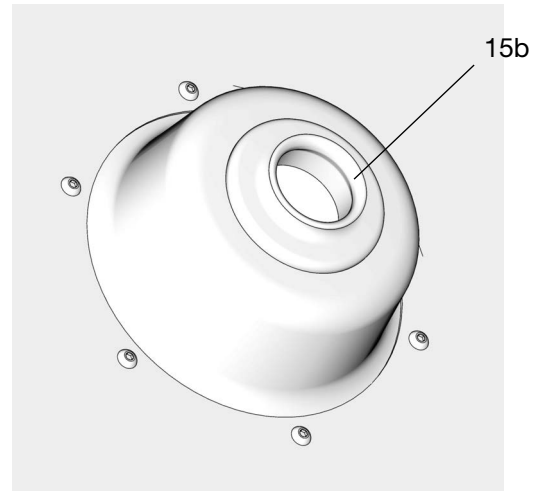

FIG. 26
5. Examiner le plateau suiveur pour s'assurer que l'œillet en caoutchouc (15b) est bien en place au centre du plateau (FIG. 26).